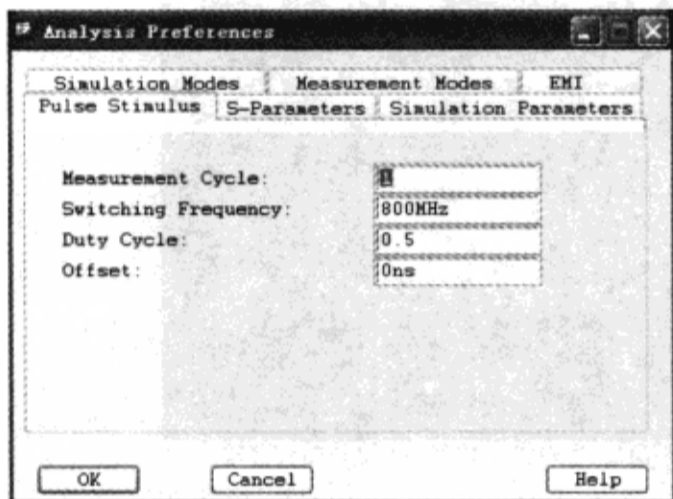

图 6-4-8 设置激励参数
(2) 在“SigXplorer PCB SI GXL”窗口执行菜单命令“Analyze”→“Preferences”，弹出“Analysis Preferences”对话框→设置“Pulse Stimulus”栏，如图6-4-8所示。